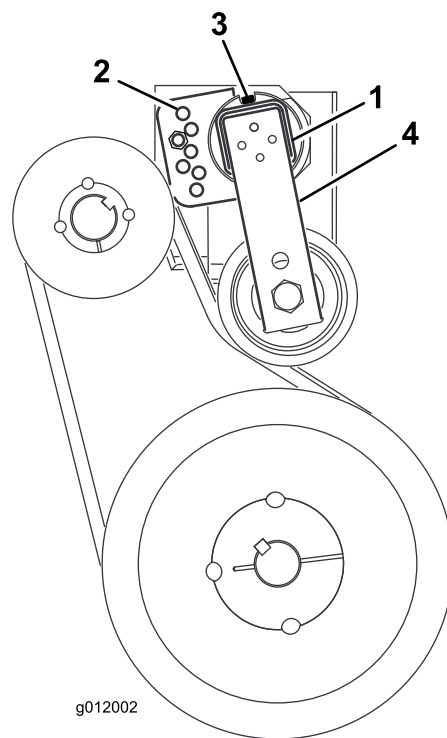

図 15
3. テンショナガイドをブロアのフレームに固定しているキャップスクリューとナットを外す 図 15。
4. フレームの裏側でベルトテンショナをフレームに固定しているキャップスクリューをゆるめる 図 15。
6. その状態で揃っているガイドの穴にキャップスクリューを挿入し、ナットで固定する 図 15。